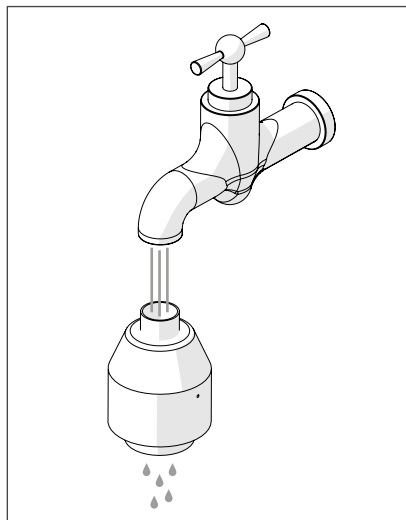

Abbildung 13
7. Spülen Sie den Katalysator in heißem Wasser (Abbildung 13).